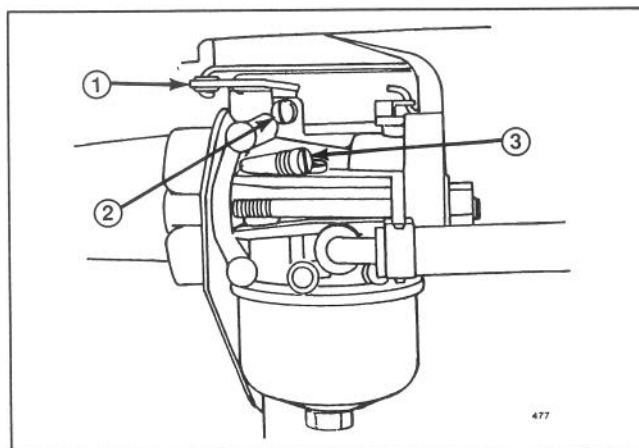

Figure 14
1. Tourner doucement la soupape de mélange dans le sens horaire jusqu'à ce qu'elle soit à peine fermée (Fig. 14). Ne pas trop la tourner pour ne pas causer de dégâts.
4. Tourner la commande des gaz (Fig. 14) dans le sens anti-horaire et la maintenir contre la vis de réglage du ralenti (Fig. 14) en tournant celle-ci de façon à obtenir 1750 tr/mn.